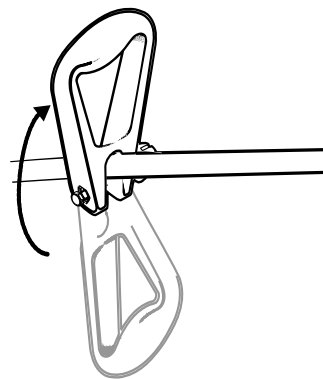

Fig. 8
1. Desserrer le bouton de réglage et faire tourner la poignée vers le haut du manche. (Fig. 8)